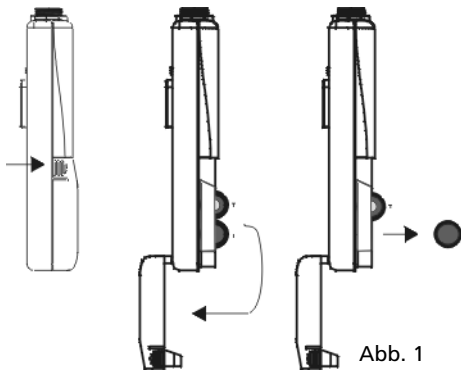

Abb. 1
1. Drücken Sie die beiden Schnappverschlüsse rechts und links am Batteriefach nach unten und klappen Sie den Deckel auf. Entnehmen Sie die Batterien. Siehe Abb. 1.